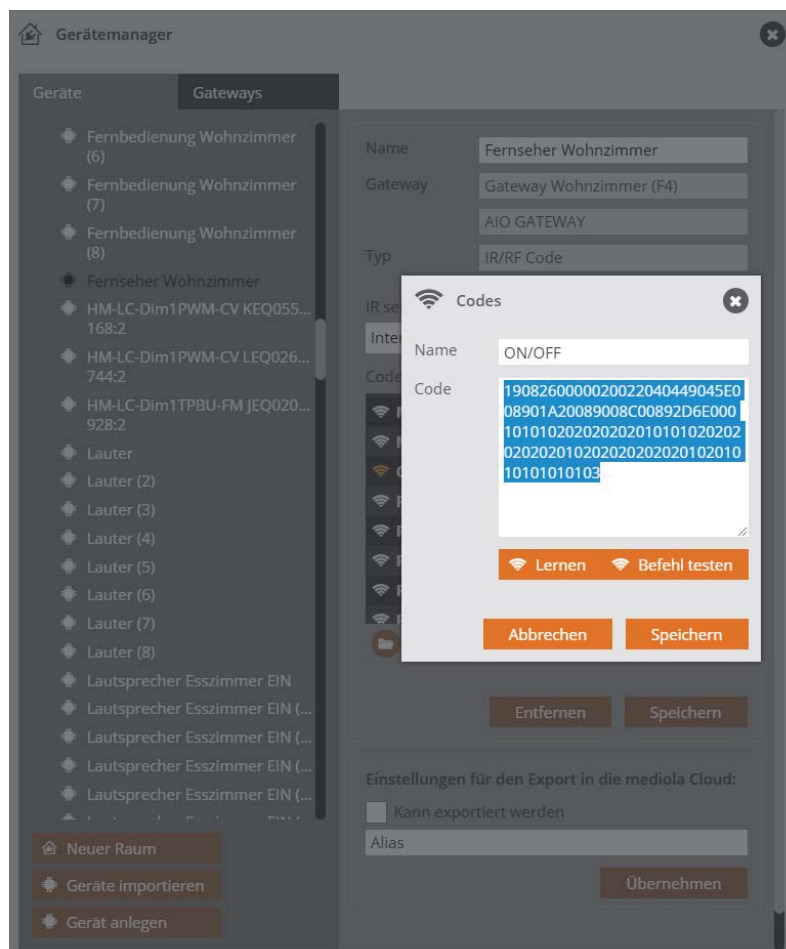

Bild 19: Infrarot-Code kopieren
- Zeile 5: Hier wird der Infrarot-Code für das Ein-/ Ausschalten des TVs eingetragen → einfach aus dem CREATOR NEO kopieren (Bild 19)